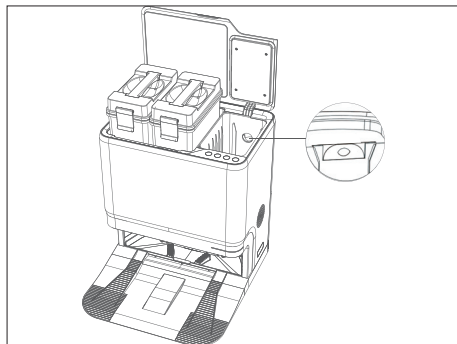

Abb. 16 – Staubbeutel ersetzen
- ▶ Setzen Sie einen neuen Staubbeutel wie dargestellt in die Halterung in der Kammer ein (**s. Abb. 16**).